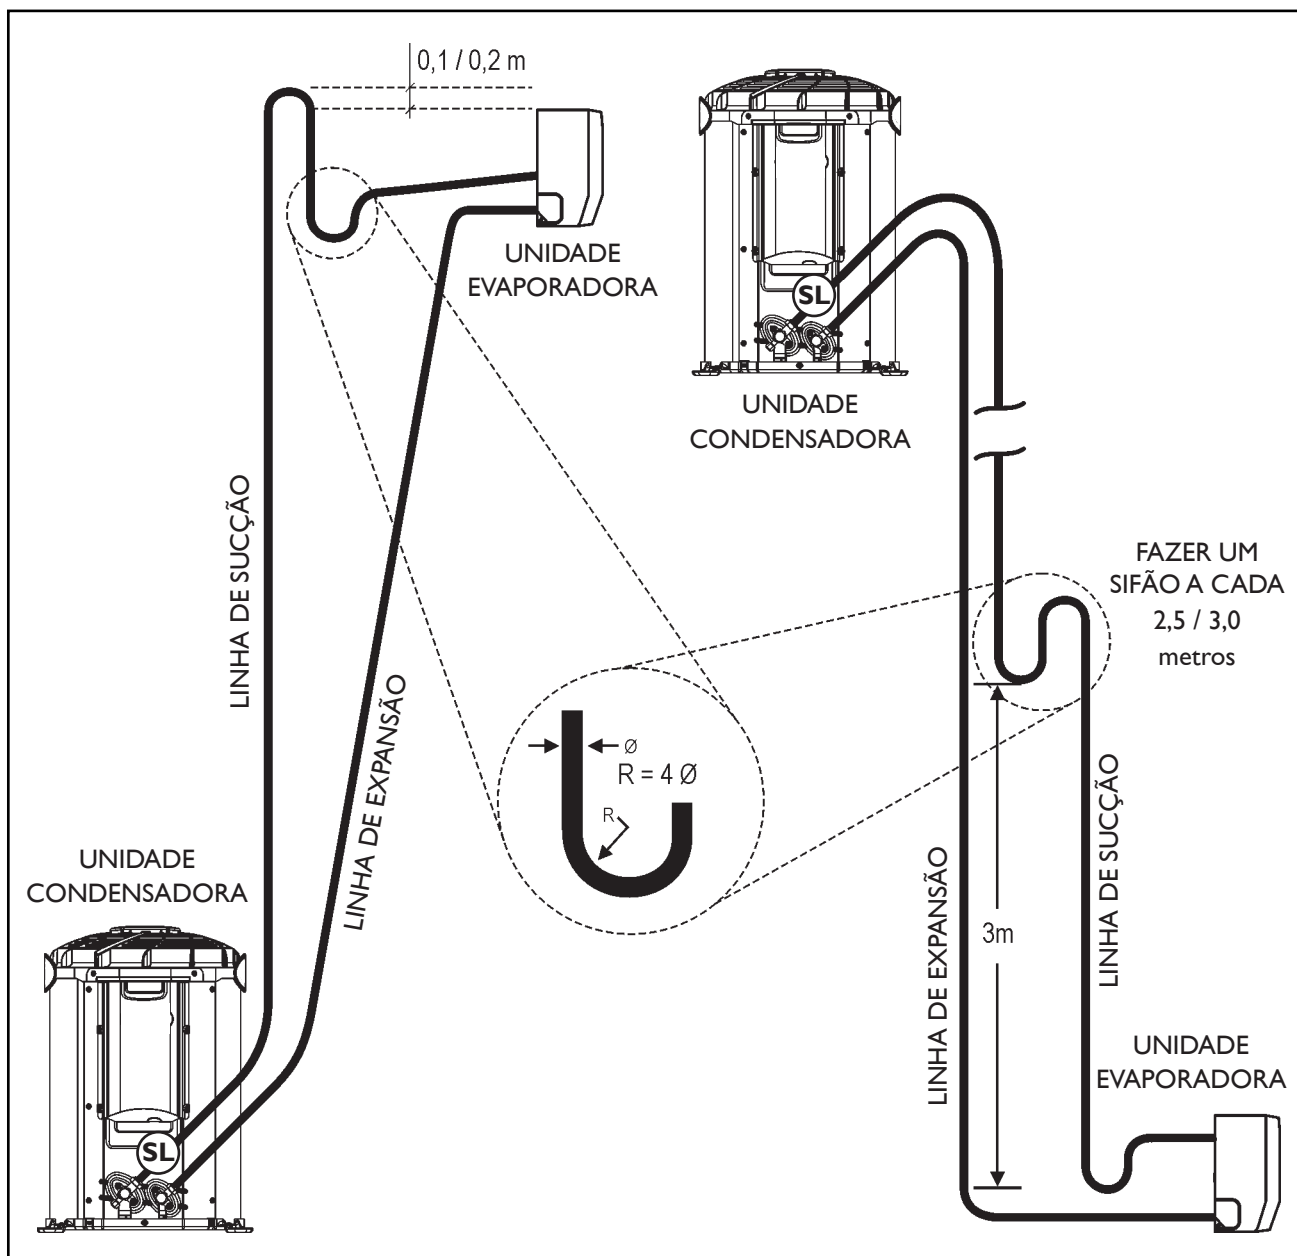

FIG. 23 - INSTALAÇÃO LINHAS INTERLIGAÇÃO
1º Elevar a linha de expansão acima da unidade condensadora antes de ir para a unidade evaporadora 0,1m, quando a evaporadora estiver abaixo da condensadora. (Fig. 23)
- 2° Elevar a linha de sucção acima da unidade evaporadora antes de ir para a unidade condensadora 0,1m, quando a evaporadora estiver acima ou no mesmo nível da condensadora. (Fig. 23)
- 3° Fazer sifões nas subidas da linha de sucção a **cada 2,5 m** para os modelos 38K_09 a 12 e a **cada 3,0 m** para os modelos 38K_18 e 38K_22, incluindo a base (saída da evaporadora). Caso o desnível seja menor que 3m faça apenas na base. (Fig. 23)